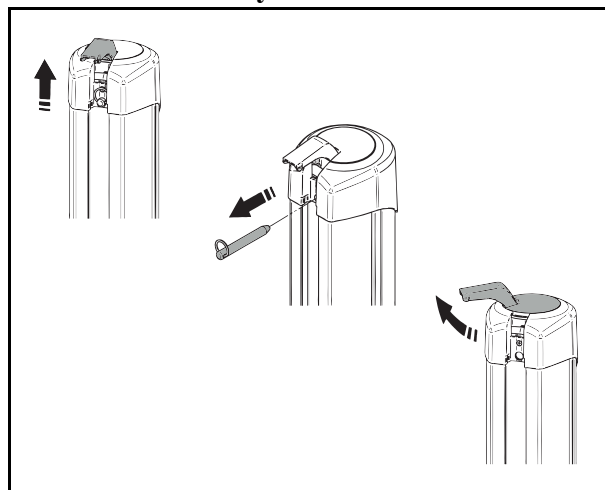

Рис. 7
1. Поднимите красный аварийный рычаг (см. Рис. 7).